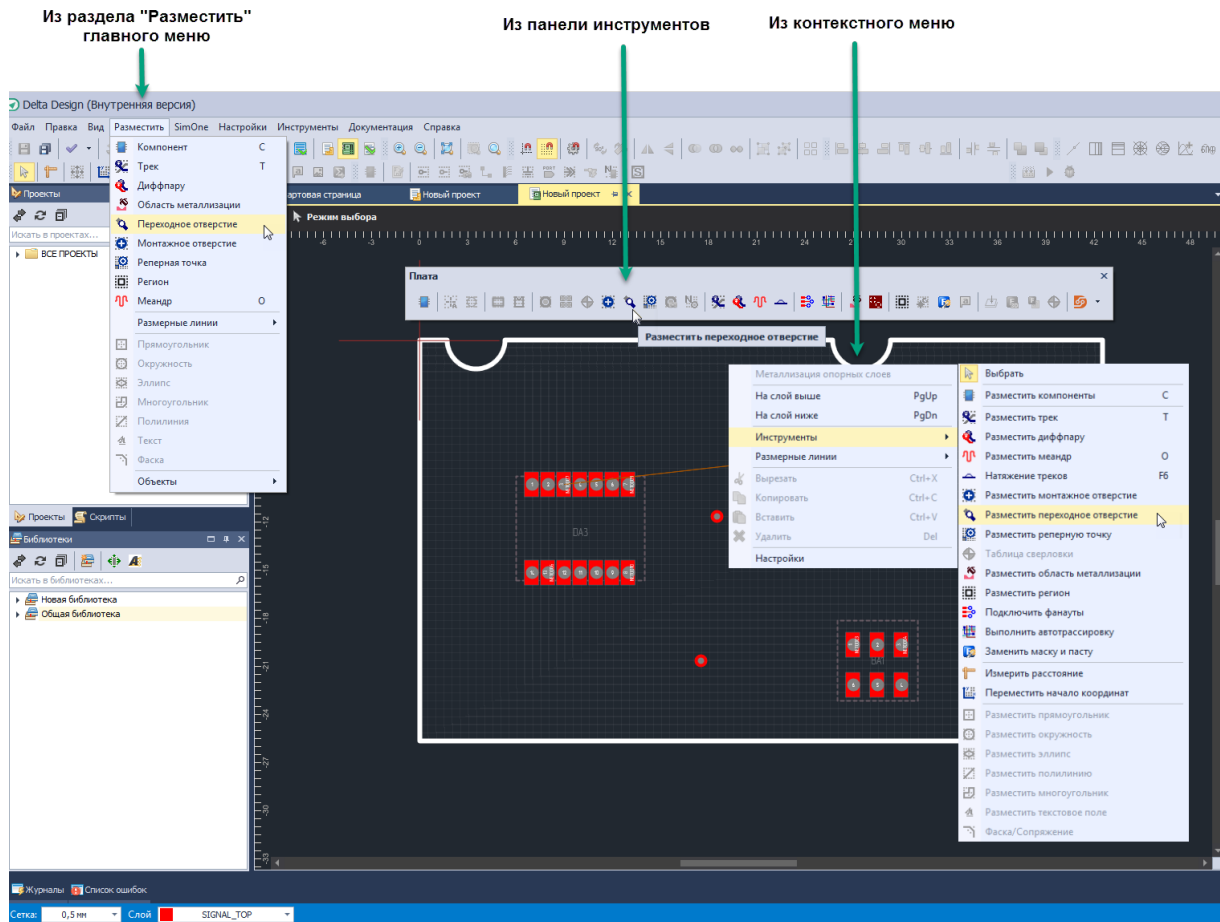

Рис. 146 Вызов инструмента «Разместить переходное отверстие»
1. Вызвать инструмент «Разместить переходное отверстие», который обозначается значком  на панели инструментов «Плата», также инструмент доступен в разделе «Разместить» главного меню и в пункте «Инструменты» в контекстном меню, см. Рис. 146.